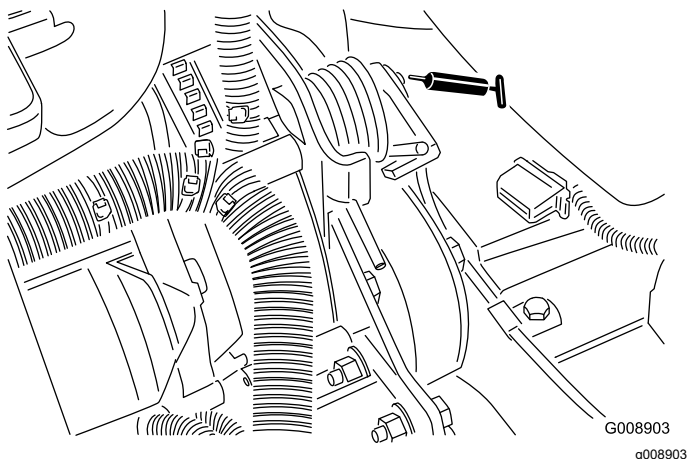

Figure 47
- Pivot de tension de courroie (Figure 47)